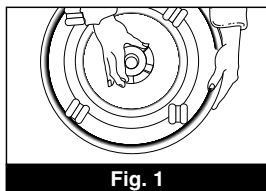

Fig. 1
**Étape 2 :** Pour ouvrir, renverser, avec précaution, l'appareil sur son flanc et dévisser le mécanisme de verrouillage situé sous la base (Fig. 1).